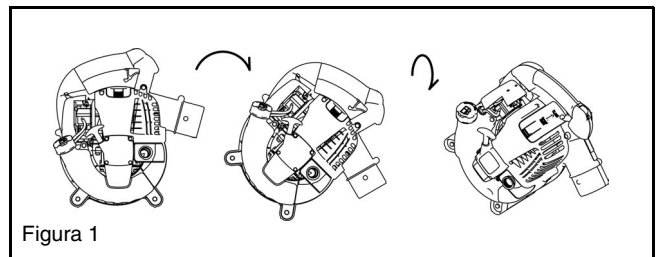
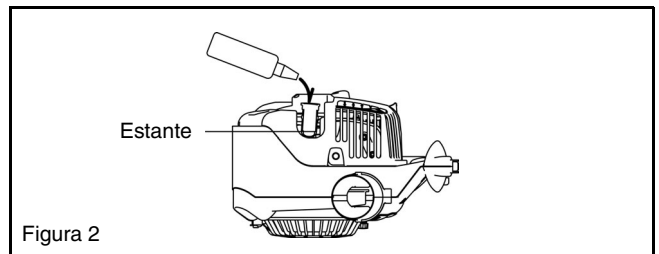

Figura 1
Figura 2
- (1) Confirme que el tapón del tanque está apretado firmemente.
- (2) Saque el tapón de aceite.
- (3) Incline la máquina en orden como se muestra en la Figura 1.
- (4) Oriente la máquina como se muestra en la Figura 2 y rellene aceite hasta el estante dentro del tubo de aceite.
- (5) Después de rellenar el aceite, apriete firmemente la bayoneta de nivel. Un apriete insuficiente de la bayoneta puede causar fugas de aceite.
Cuando vaya a abrir la tapa, ponga los dedos en el mango principal y en la parte saliente de la tapa de la bujía (Figura 1). Estire la parte saliente hacia arriba, la cual se dejará deslizar hacia la dirección de "OPEN" (Figura 2). Para cerrarla, deje deslizarla hacia la dirección de "CLOSE" hasta que la uña colocada bajo de la parte saliente de la tapa de la bujía se ponga encima de la tapa del motor. Finalmente, presione hacia dentro la proyección.